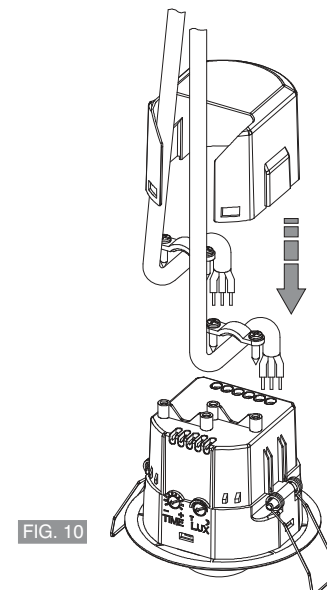

FIG. 10
- Visser les dispositifs de blocage des câbles et replacer la couverture de protection des bornes (fig. 10)